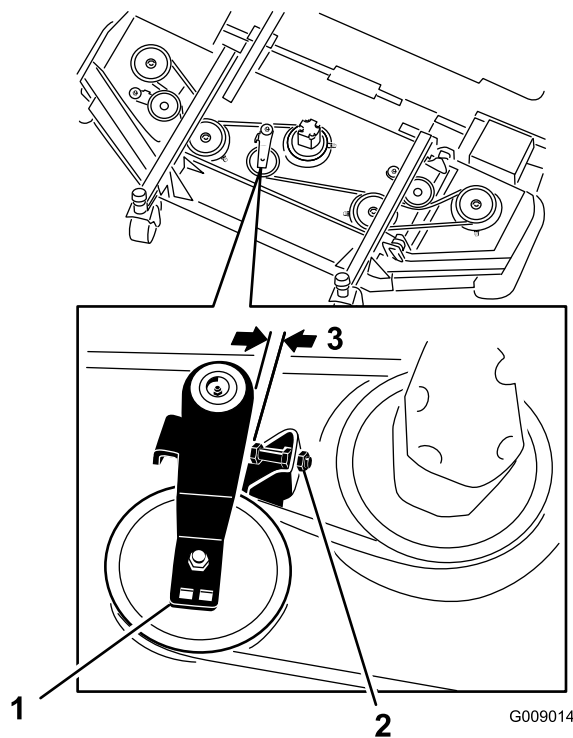

Figura 121
3. Sul piatto anteriore, in posizione centrale, allentate i controdadi sulla vite di arresto della puleggia tendicinghia e avvitate la vite di arresto nella staffa (Figura 121).
4. Con una leva a cricchetto o uno strumento simile, allontanate ciascuna puleggia tendicinghia dei piatti laterali dalla cinghia di trasmissione per allentare la tensione della cinghia e staccarla dalla puleggia dei piatti laterali (Figura 121).